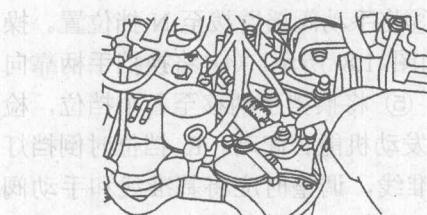

图 1.10 拆下挡位开关等插头
- ③ 拆下车速传感器插头。
- ④ 拆下变速器挡位开关插头、电磁阀插头及油温传感器插头，如图 1.10 所示。